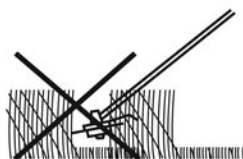
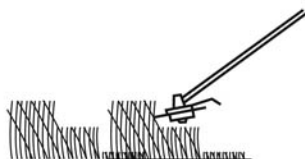

Fig. 27
Fig. 28
- > N'essayez pas de couper les herbes hautes d'un seul coup : procédez toujours par étapes (Fig. 27). Une coupe par étapes donne de meilleurs résultats (Fig. 28).